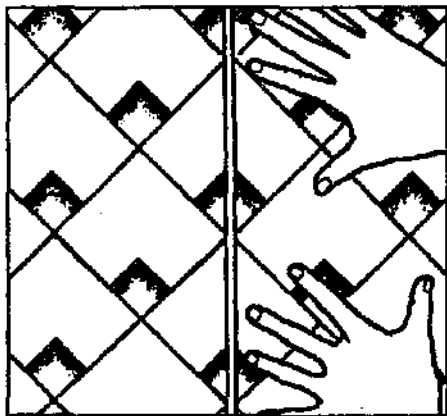

*Рис. 146. Соединение обойных полотнищ с нахлестом.*
**Оклейка.** Обыкновенные и среднего качества обои наклеивают внахлестку (рис. 146), поэтому у них обрезается только одна кромка — справа или слева — в зави-